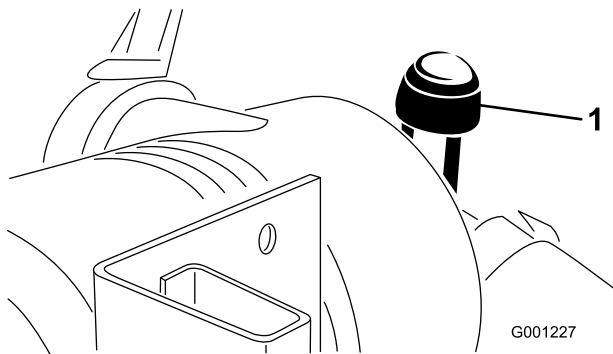

Figura 46
- Efetue manutenção do filtro de ar quando o indicador do filtro de ar (Figura 46) ficar vermelho ou a cada 400 horas (com maior frequência em condições de trabalho muito sujas ou poeirentas). Não efetue a manutenção do filtro de ar com demasiada frequência.
9. Reinicie o indicador (Figura 46) se este se apresentar vermelho.